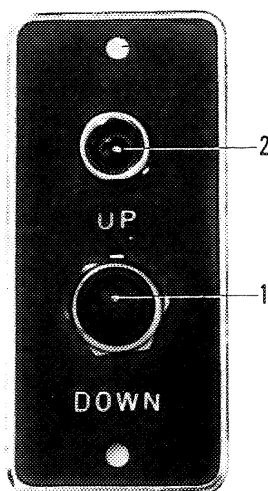

Figure 15 Tableau de manœuvre, relevage de la transmission 250
Placez l'interrupteur de commande du dispositif de levage en position "Up" (figure 15) jusqu'à ce que la lampe d'avertissement s'allume et maintenez ensuite l'interrupteur dans cette position de 2 à 4 secondes de plus. Ceci permet d'éviter les dégâts à l'hélice et à la transmission en cas de heurts éventuels contre les hauts-fonds.
5. Vérifiez si la transmission hors-bord se trouve en position rabattue (voir recommandation figure 15).